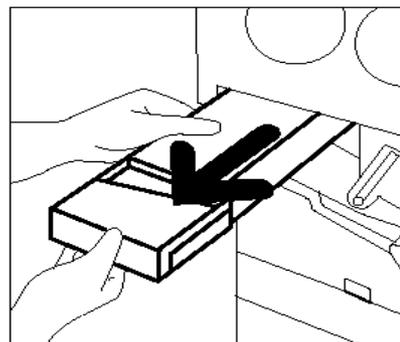

Fig. 16: Estrazione del vecchio contenitore di raccolta del toner usato
- 4** Prendere il contenitore del toner usato con la mano destra, come illustrato in Fig. 16, ed estrarlo completamente dalla copiatrice/stampante.